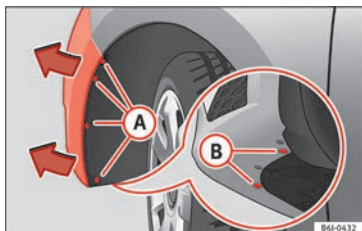

Fig. 103 Faro antiniebla: acceso al conector y al portalámparas.
- Retire los 4 tornillos **A** » **fig. 103** del interior del pasarrueda y los 2 tornillos inferiores **B** » **fig. 103** del parachoques utilizando un destornillador.